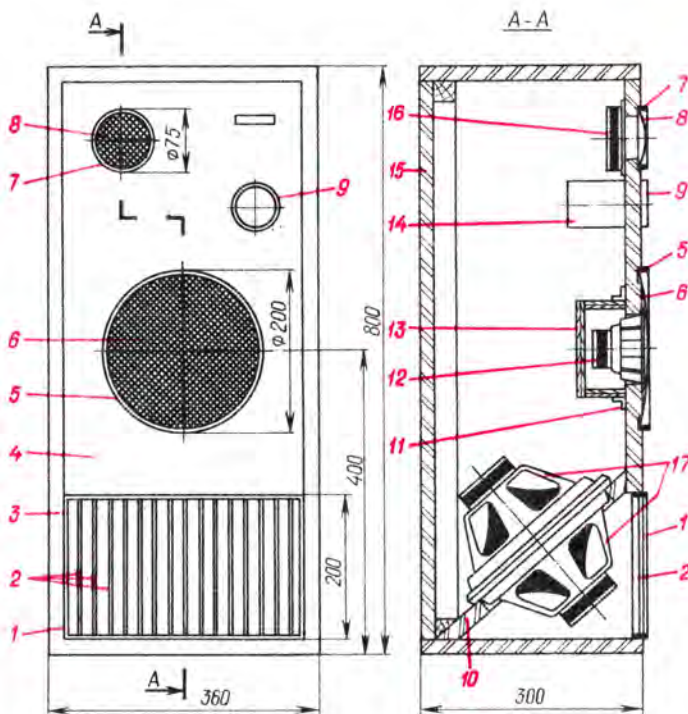

Рис. 3
Принципиальная схема АС (за основу взят разделительный фильтр, описанный в [6]) изображена на рис. 2, конструкция показана на рис. 3. Ящик АС 3 изготовлен из древесно-стружечной плиты толщиной 20 мм, обклеенной бумагой, имитирующей ценные породы древесины. Сдвоенная головка 17' закреплена на доске 10, среднечастотная (12) и высокочастотная (16) головки — на передней стенке 4. Задняя стенка 15 — съемная. Среднечастотная головка изолирована от остального объема ящика боксом 13, изготов-